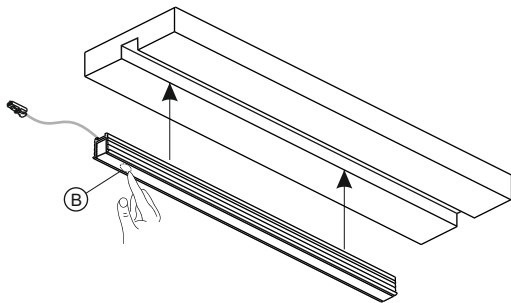

Fig.5
- El encendido y apagado de la luminaria se realiza de manera muy sencilla tocando rápidamente la parte de la pantalla del dispositivo que se encuentra sobre el interruptor (B), siempre posicionado en el extremo del perfil (fig. 5).